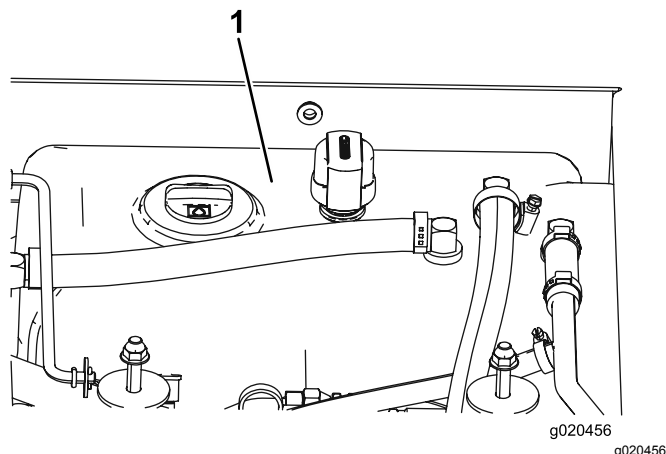

Figure 78
4. Remplissez le réservoir (Figure 78) de liquide hydraulique ; voir Contrôle du niveau de liquide hydraulique (page 64).